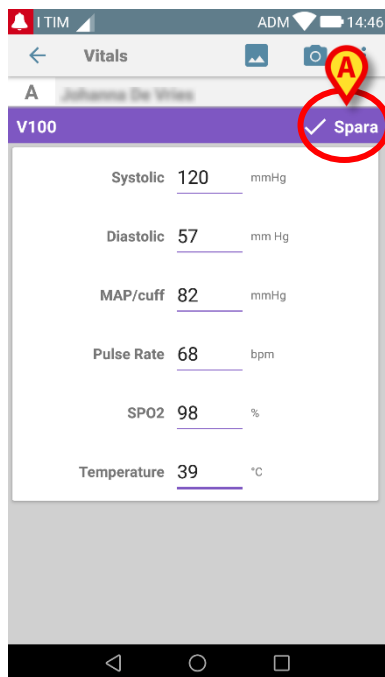

Fig 93
När önskat värde har infogats visas följande skärmbild (Fig 93):
- Tryck på **Spara** knappen längst upp till höger (Fig 93 A).